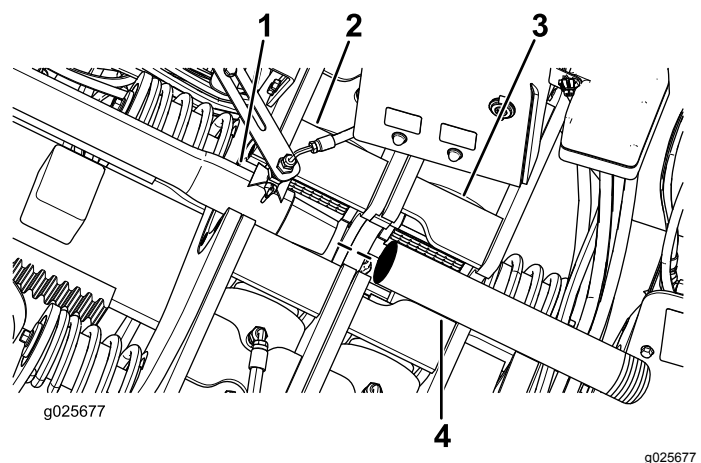

Figura 60
2. Posicione a haste inicial na chave inferior (fixa) como mostrado na Figura 60.